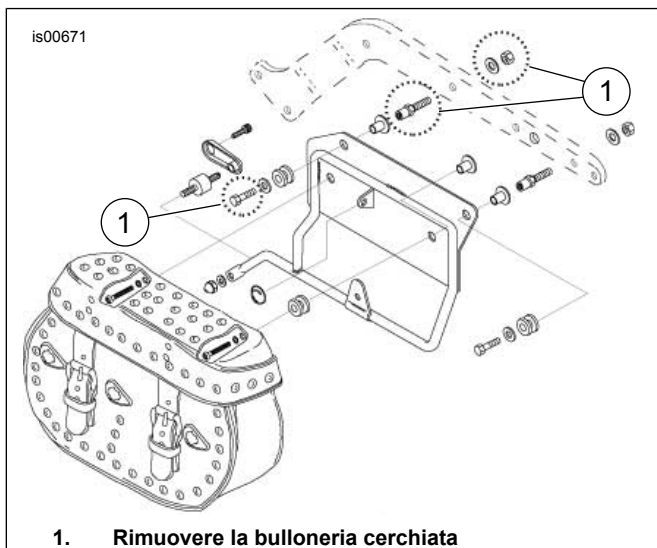
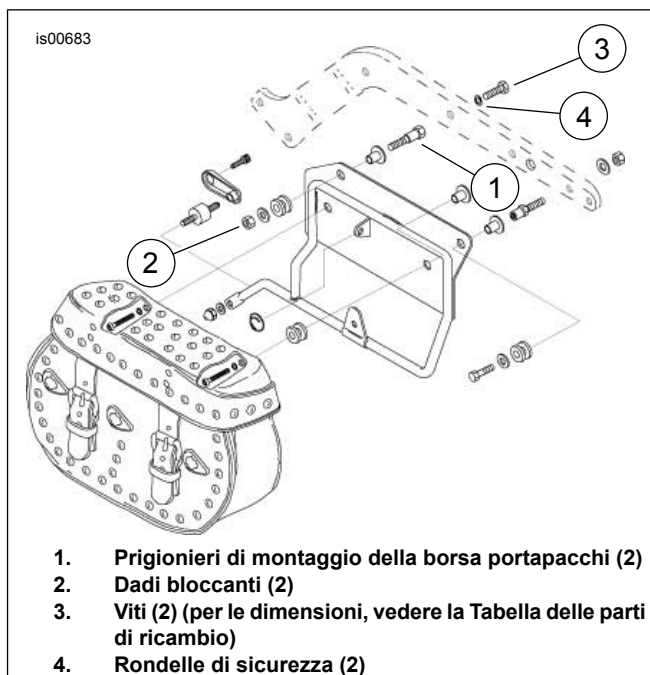

Figura 1. Rimuovere la bulloneria (modelli FLSTC)
Figura 2. Sostituzione della bulloneria del parafango per i modelli FLSTC
21. Installare sulla ruota lo pneumatico preso dal kit. Si consiglia di fare eseguire tale operazione presso un concessionario autorizzato Harley-Davidson. Per migliorare la guida e ridurre le vibrazioni, specie ad alta velocità, si raccomanda l'equilibratura delle ruote. **Se si installa questo kit sui modelli FLSTC, oppure se lo si usa insieme alla bulloneria di fissaggio per Softail senza sostegni delle borse portapacchi (kit No 53531-95A), oppure insieme alla bulloneria di fissaggio per FLSTC con sostegni delle borse portapacchi (kit No 53371-95A), vedere la Figura 1 oppure 2.**
Per ottenere la massima distanza dallo pneumatico, sostituire la bulloneria originale che fissa la parte anteriore superiore di ciascuna staffa della borsa portapacchi al supporto del parafango, con la bulloneria presa dal kit come mostrato nella Figura 1 e nella Figura 2. Seguire i punti 1 e 2.
1. Gettare via i 4 elementi originali cerchiati con una linea tratteggiata nella Figura 1. Tenere tutta l'altra bulloneria.
2. Vedere la Figura 2. Installare gli elementi 12-15 dalla Tabella 1.